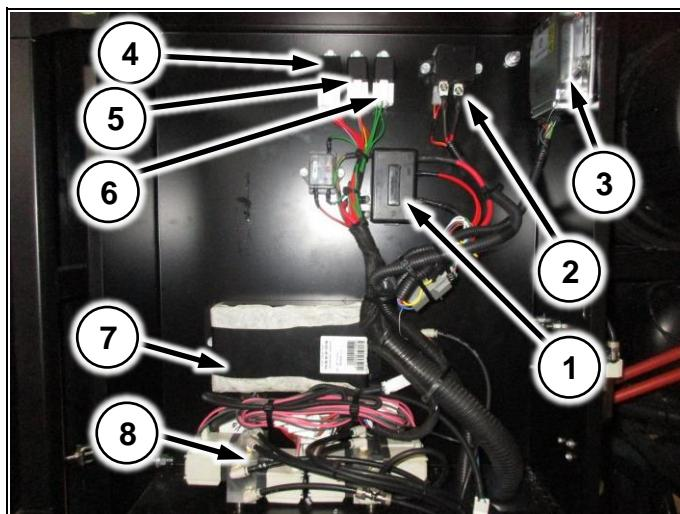

Рис. 19
- (Рис. 19/1) – коробка силовых предохранителей;
- (Рис. 19/2) – реле свечей накала;
- (Рис. 19/3) – блок управления свечами накала;
- (Рис. 19/4) – реле компрессора пневмосистемы;
- (Рис. 19/5) – реле компрессора кондиционера;
- (Рис. 19/6) – реле контроля напряжения;
- (Рис. 19/7) – блок управления пневмоподвеской (БУПП);
- (Рис. 19/8) – пневмоклапана подвески.